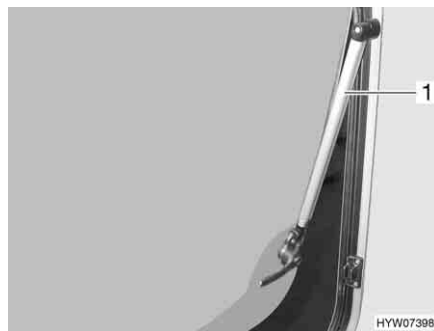

Bild 64 Ausstellfenster mit Automatik-Aussteller
- Das Ausstellfenster bis zur gewünschten Raststellung öffnen. Der Automatik-Aussteller (Bild 64, 1) rastet selbstständig ein.